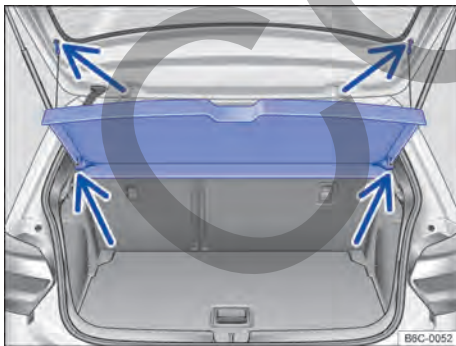

Fig. 166 En el maletero: desmontar y montar la bandeja trasera.
- Desprender los cordones de retención del soporte del portón trasero → fig. 166 (flechas superiores).
- Retirar la bandeja trasera hacia atrás y hacia afuera de los soportes laterales → fig. 166 (flechas inferiores).
- Empujar la bandeja trasera hacia adelante, introduciéndola en los soportes laterales → fig. 166 (flechas inferiores).
- Encajar los cordones de retención en la portón trasero → fig. 166 (flechas superiores).